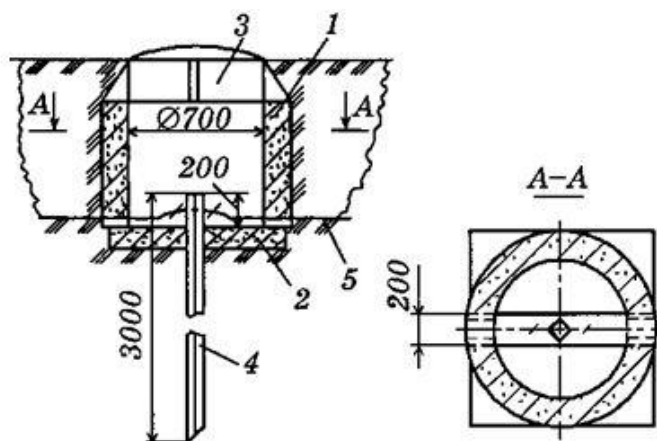

Рис. 4. Установка вертикальных заземлителей в бетонном колодце.
9. Назовите элемент 1, изображенный на рис. 4: